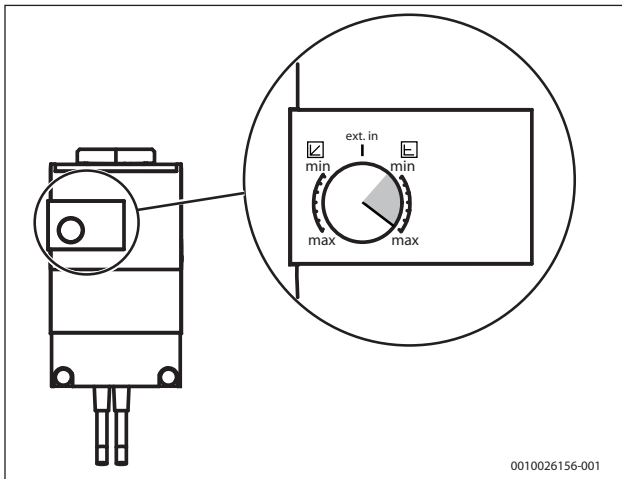

Bild 13 Einstellungen an der Solekreispumpe
- Die Solekreispumpe ist werkseitig auf den Wert **max** eingestellt (→ Bild 13). Um einen korrekten Delta-Wert zu erreichen, muss gegebenenfalls die Einstellung geändert werden (→ Installationsanleitung der Wärmepumpe).